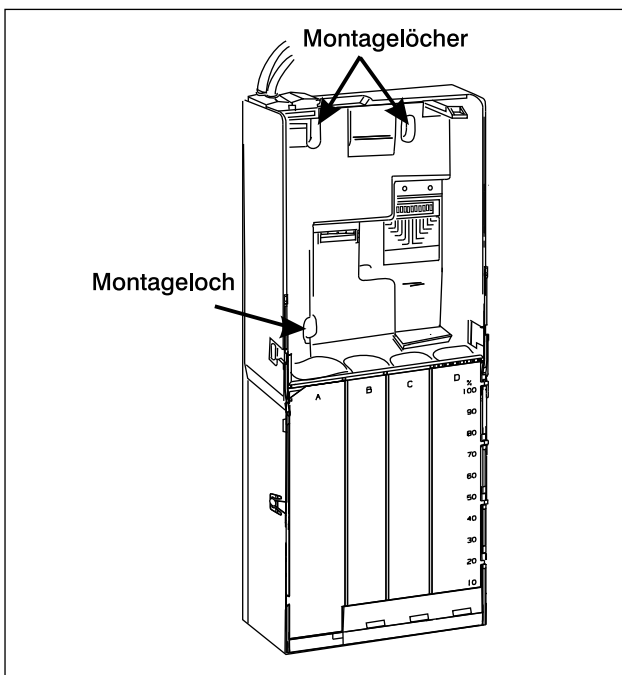

Abbildung 3
3. Den GW ohne das Münzprüfermodul in den Verkaufsautomaten einhängen und festschrauben (vgl. Abb. 3).